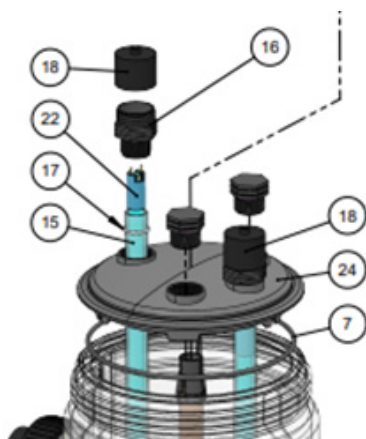

Figure 14 : Zoom éclaté réacteur
- Pincer le bouchon souple de la lampe N° 18 (voir schéma Figure 14).